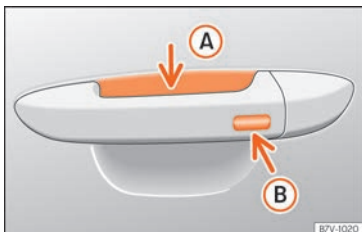

Abb. 68 Türgriff: Sensorflächen.
»» (Abb. 68)
- Berühren Sie die auf der Außenseite des Türgriffs befindliche Sensorfläche »» (Abb. 68) **B**. Alle Blinker leuchten einmal.
- Berühren Sie innerhalb von 5 Sekunden einmal die auf der Außenseite des Türgriffs befindliche Sensorfläche »» (Abb. 68) **B**. Ergreifen Sie dabei nicht den Türgriff. Das System Keyless Access ist jetzt vorübergehend deaktiviert.
Um mit der **Komfortfunktion** alle elektrischen Seitenfenster und das Glasdach zu schließen, lassen Sie einen Finger einige Sekunden auf der Sensorfläche für Verriegelung »» (Abb. 68) **B** am Türgriff, bis die Seitenfenster und das Dach geschlossen sind.